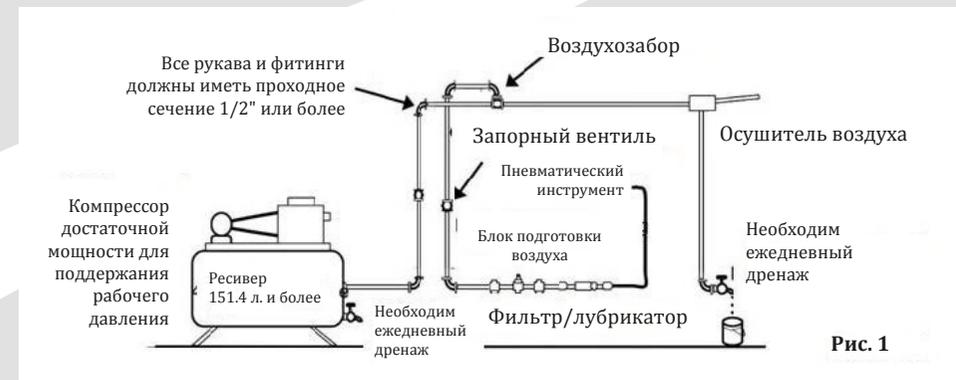

Рис. 1
- Затем подключите другой конец рукава с фитингом к блоку подготовки воздуха (фильтр + лубрикатор), к гайковерту и включите компрессор (рисунок 1).